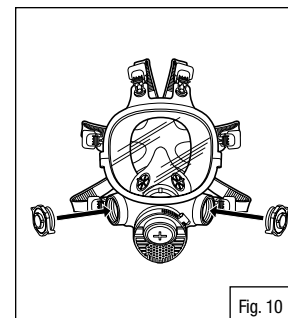

Fig. 10
2. L'adaptateur 701 3M permet de fixer le tuyau de respiration à deux arrivées d'air au masque complet 7800S. (Fig. 10)